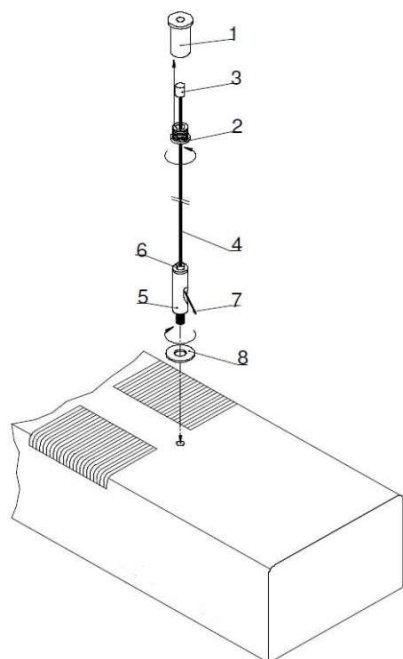

Fig. 1: aquafit 1
El extremo del cable de acero inoxidable (Fig. 1 – 3, No. 5) se alimenta a través de la fijación de la lámpara desde la parte superior, a través de la tapa de retención (6). Se extrae a través de la abertura lateral y la pantalla se ajusta a la altura correcta del acuario (min. 30 cm de distancia sobre el nivel del agua).
Para quitar la pantalla o para volver a ajustar la altura, el mecanismo de retención se libera empujando hacia abajo la tapa de retención (Fig. 1 – 3, No. 6) de la fijación de la pantalla. **Nota:** Mantenga la lámpara sujeta firmemente. El cable de acero inoxidable ahora se puede quitar de la fijación de la lámpara.